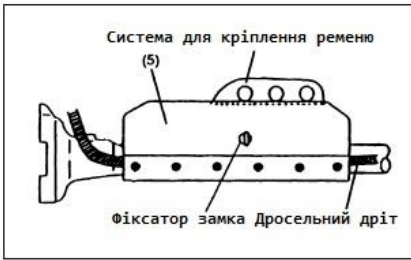

Рисунок 4
- Встановіть поясну накладку (5). Коли поясну накладку встановлено, переконайтеся, що дроти не рухаються горизонтально.
- Призначення фіксатора - запобігання обертання двигуна відносно приводного вала під час роботи стартера або транспортування обладнання з місця на місце. Під час використання пристрою фіксатор повинен бути розблокований. (рис.4);